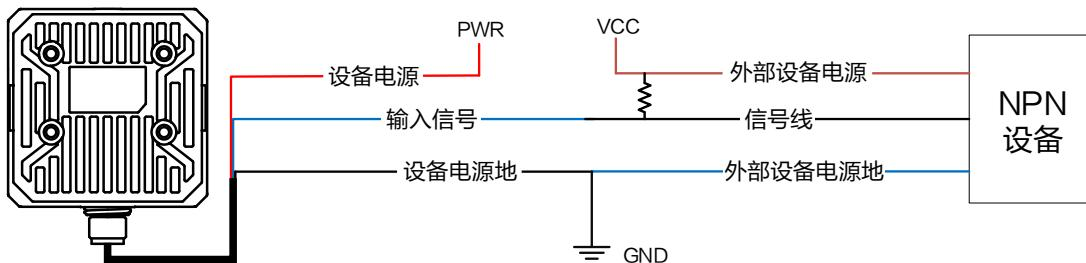

图3-9 输入信号接 NPN 设备
- 若周围有外接电阻，可使用图 3-9 所示的接线方式。VCC 为 12 V 或 24 V 时，推荐使用 $1\text{ k}\Omega$ 的上拉电阻。该接线图适用于所有 IO 输入信号，即 Line0/1/2/3/4，推荐使用该方式接线。